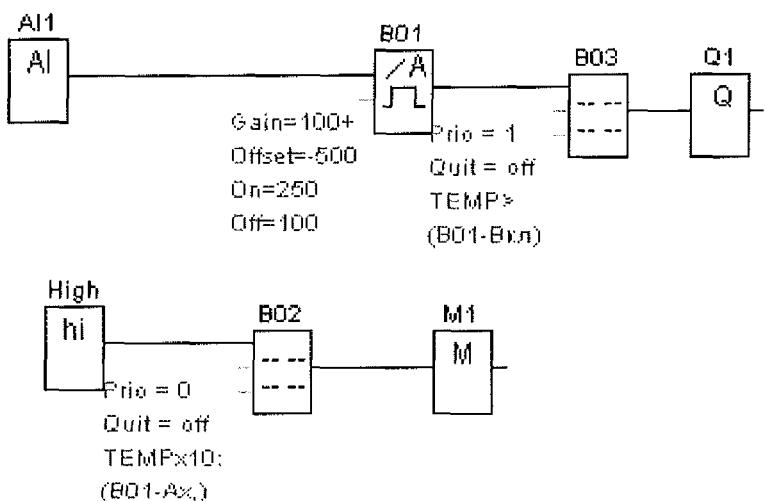

Рис. 5.5. Блок-схема измерения температуры
**Пример.** К аналоговому модулю LOGO! подключен датчик температуры, работающий в диапазоне  $-50 \dots +50^{\circ}\text{C}$ . Необходимо отображать текущее значение температуры. Если значение температуры превышает  $25^{\circ}\text{C}$ , выдать соответствующее сообщение, отключить сообщение при снижении температуры до  $10^{\circ}\text{C}$ . Точность срабатывания реле  $-0,1^{\circ}\text{C}$ . Блок-схема, реализующая данный алгоритм, приведена на рис. 5.5.